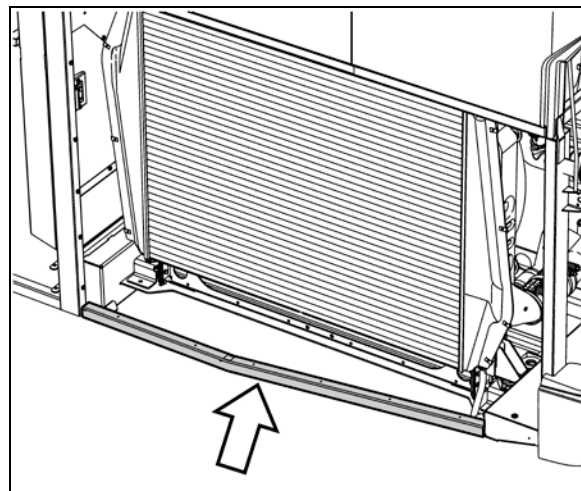

FIGURE 26 : PROTECTEUR DU TUBE DE L'ENSEMBLE RADIATEUR INFÉRIEUR
12. Déposer le support de l'ensemble radiateur supérieur (Figure 26).